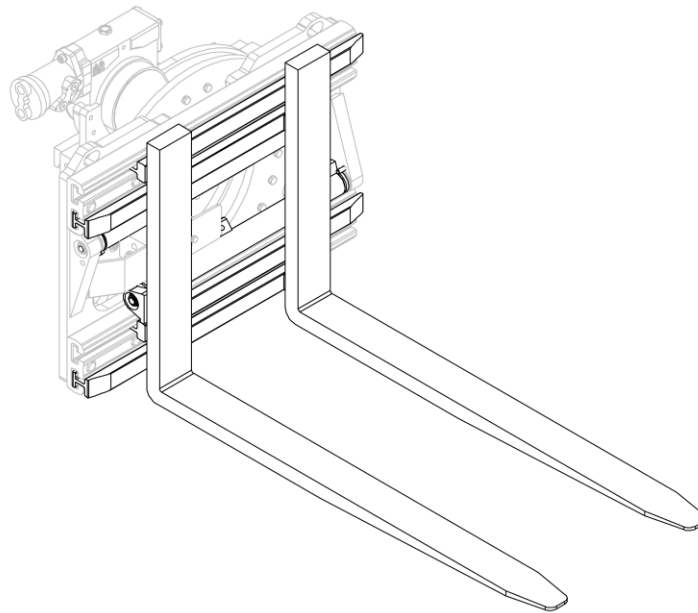
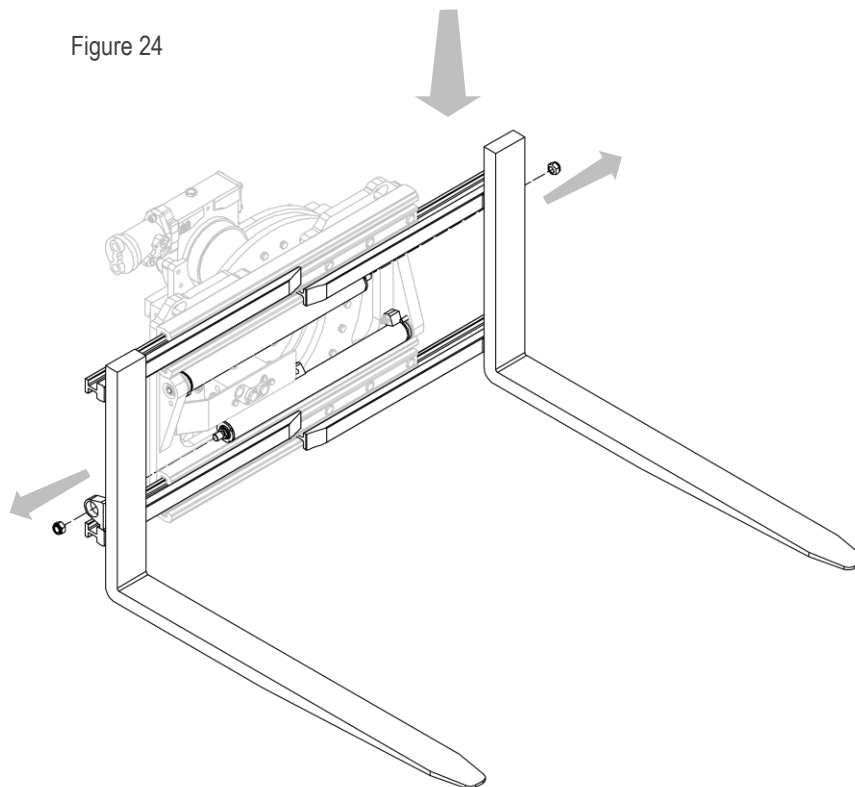

Figure 24
Figure 25
2. Retirer les fourreaux avec leurs fourches après avoir dévissé les écrous correspondants qui le relie aux vérins (voir *Figure 24* et *Figure 25*).